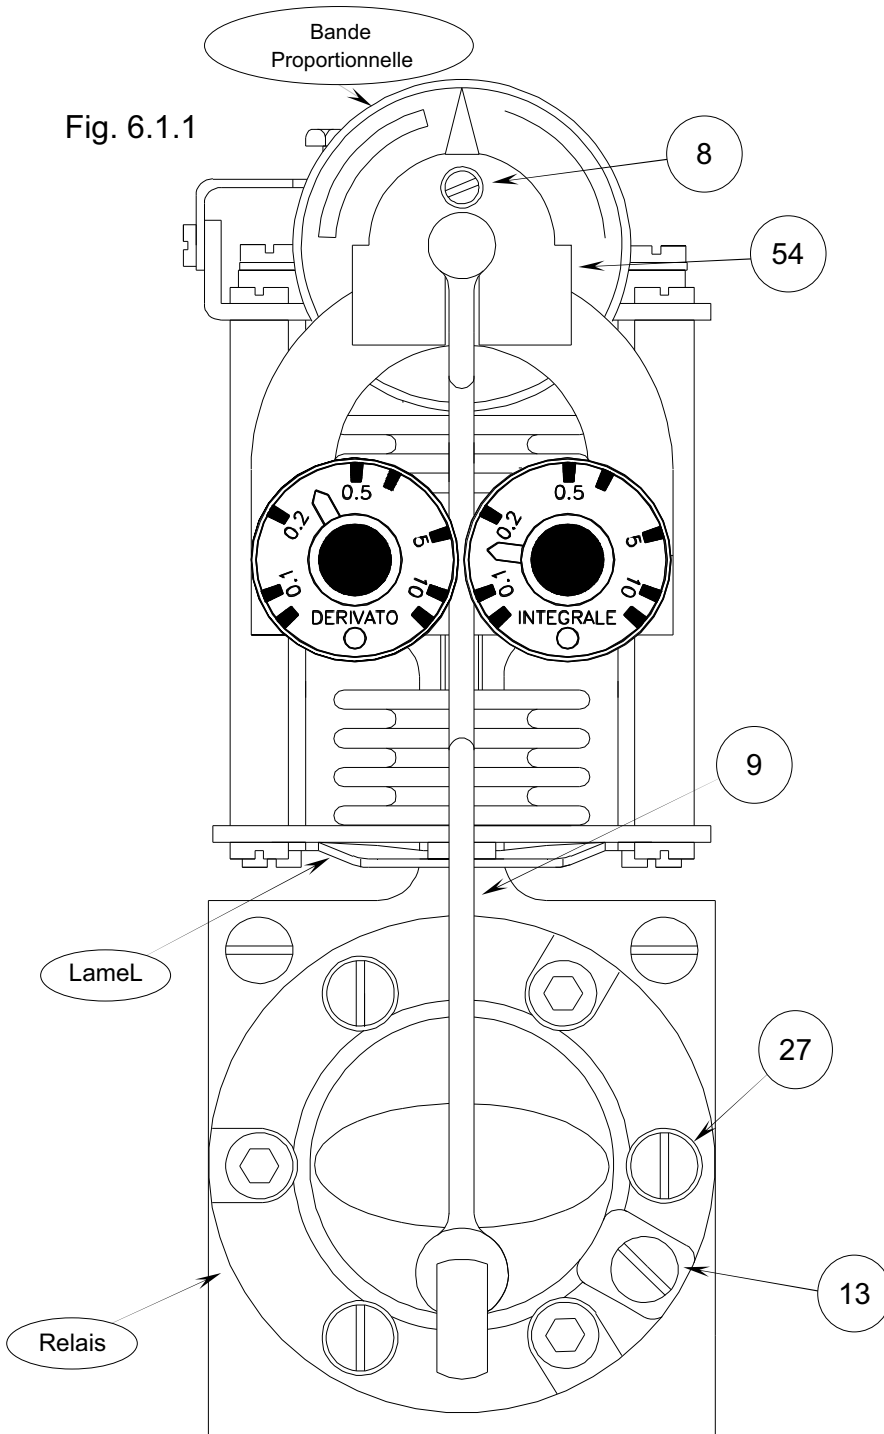
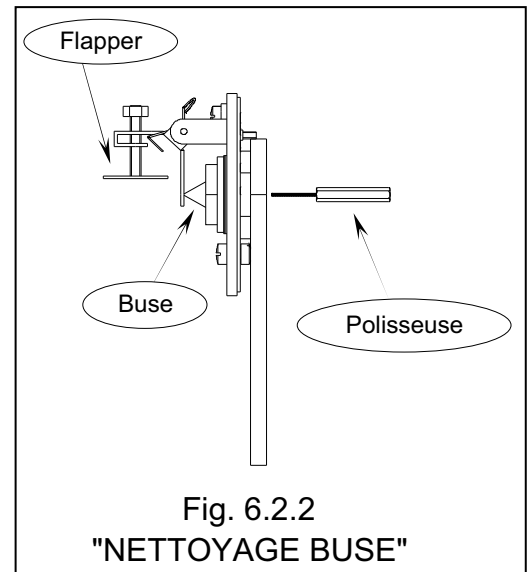
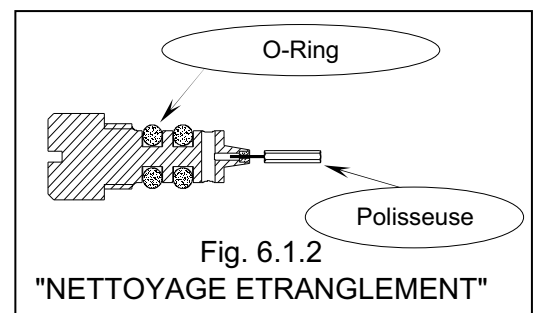

Fig. 6.1.1
Fig. 6.2.2
Fig. 6.1.2
Enlever la vis (13) Fig. 6.1.1 et nettoyer, comme dans la Fig. 6.1.2, au moyen de la polisseuse placée sur le couvercle à l'intérieur de l'instrument. Dans le cas où l'étranglement serait particulièrement obturé, l'opération de nettoyage pourrait être intégrée d'un bain de trichloréthylène et ensuite d'une soufflure d'air comprimé. Avant de remonter la vis (13) graisser les O-Ring d'étanchéité avec une pellicule de graisse au silicone.
Enlever la vis (8) Fig. 6.1.1, le petit cadran (54), le tuyau (9) et nettoyer, comme dans la Fig. 6.2.2, avec la polisseuse placée sur le couvercle à l'intérieur de l'instrument. Lors de cette opération, tenir le flapper éloigné de la buse, pour éviter de le rayer. Avant de remonter le tuyau (9) graisser les O-Rings d'échantéité avec une pellicule de graisse au silicone.
Relais	Fig. 6.1.1
Groupe bande proportionnelle complète	Fig. 6.1.1
Etranglement complet de O-Ring	Fig. 6.1.2
Polisseuse	Fig. 6.1.2
Lames groupe régulateur	Fig. 6.1.1
Série O-Ring	Tube et étranglement Fig. 6.1.1